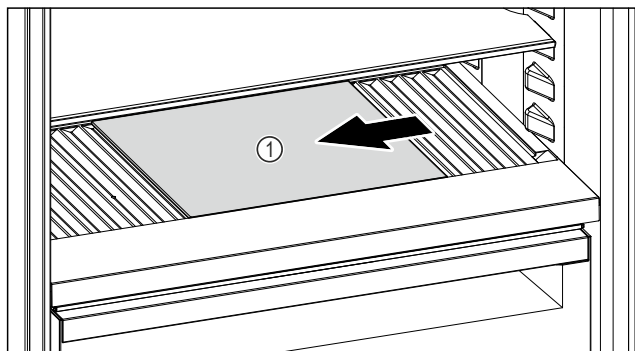

Fig. 189
- Skleněnou desku Fig. 189 (1) posuňte doleva, doprostřed nebo doprava.